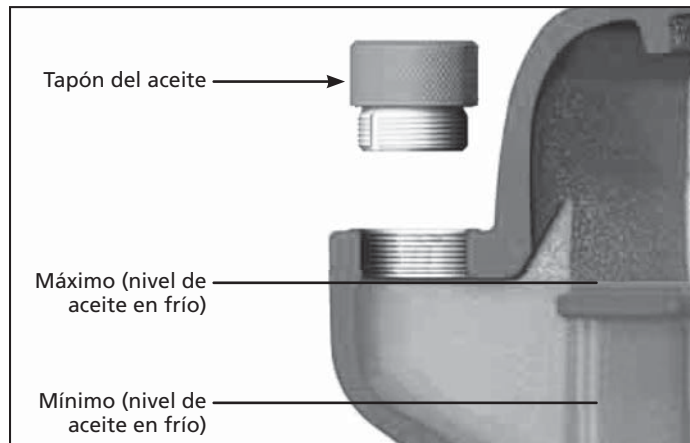

Figura 7 - Nivel de Aceite
Antes de poner en funcionamiento el compresor, revise el nivel del aceite (ver Figura 7).
INSPECCIÓN DEL NIVEL DE ACEITE (VER FIGURA 7)
5. Si es necesario, llene con el mismo tipo y marca de aceite hasta el nivel máximo (ver la Figura 7 y la sección de lubricación).
1. Verifique el nivel del aceite (ver Figura 7).